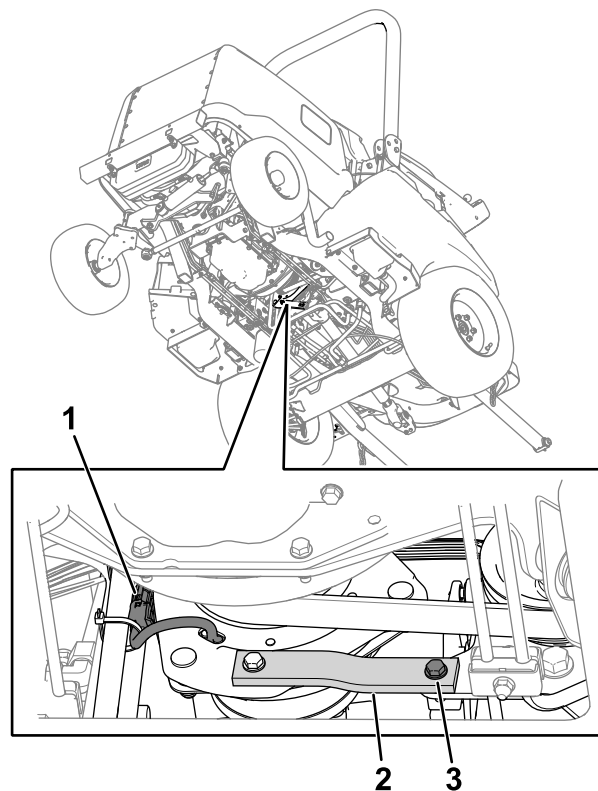

Figura 75
2. Scollegate il connettore del cablaggio preassemblato della frizione dal cablaggio preassemblato della macchina (Figura 75).
3. Rimuovete il bullone, la rondella e il dado dal cinghiolo in gomma (Figura 75) sul telaio.